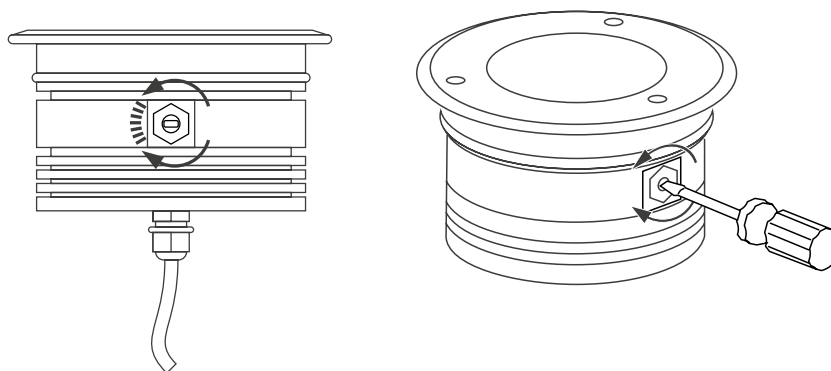

Рисунок 4. Чертеж настройки направления луча.
- Направление луча можно изменить при помощи поворота регулировочного винта, расположенного на корпусе осветительного прибора, согласно рис. 4.